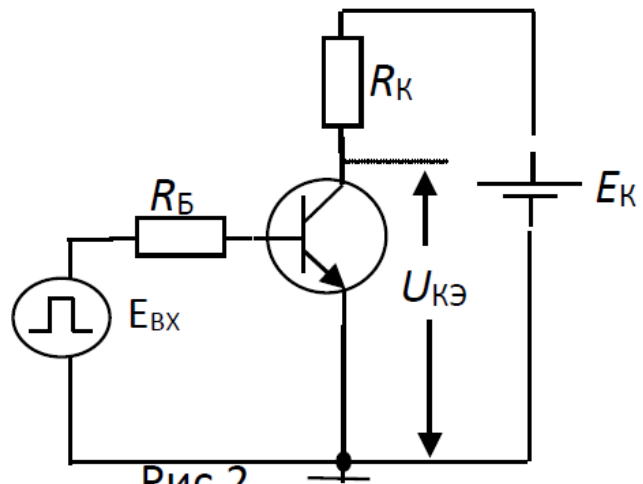

Рис.2
2. В схеме рис.2  $E_k=10 \text{ В}$ ;  $R_k=10 \text{ Ом}$ ;  $R_b=200 \text{ Ом}$ ;